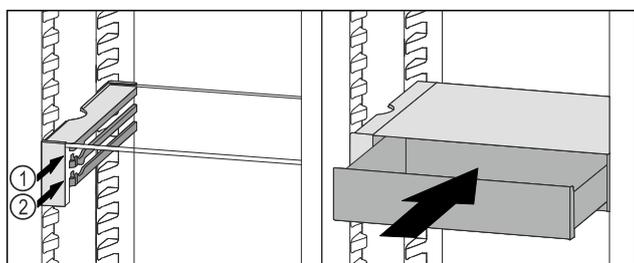

Fig. 134
- ▶ Placer le tiroir VarioSafe derrière les butées sur la nervure désirée Fig. 134 (1) ou Fig. 134 (2).